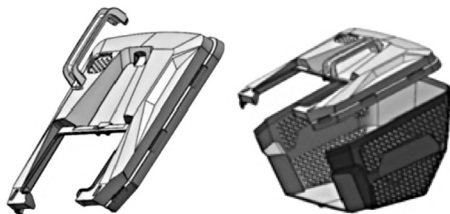

Рис. 5 Сборка травосборника
5. Соберите травосборник (Рис. 5).